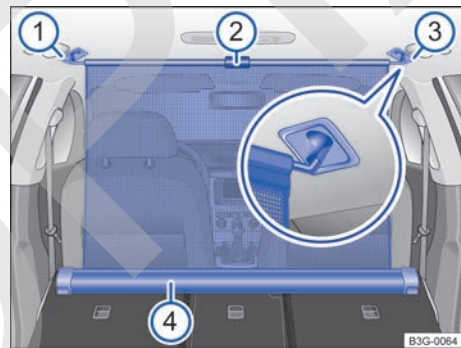

Fig. 199 En el maletero: red de separación enganchada con los respaldos del asiento trasero abatidos.
- Tire hacia arriba de la lengüeta → fig. 199 ② para sacar la red de separación de la carcasa ④.
- Enganche la red en el lado derecho → fig. 199 ③ (imagen ampliada).
- Enganche la red en el alojamiento del lado izquierdo → fig. 199 ① comprimiendo la barra transversal.
La red de separación está montada correctamente cuando los extremos en forma de T están enganchados fijamente en los alojamientos correspondientes → fig. 199 ③ y ①.
- Enrolle la red en la carcasa → fig. 199 ④ guiándola hacia abajo del todo con la mano.